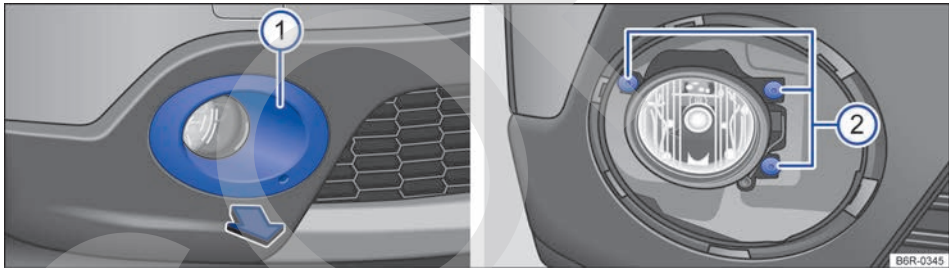

Fig. 156 En el lado derecho del paragolpes delantero: desmontaje de la cubierta y del faro.
- 3 Introduzca el gancho de alambre en el rebaje → fig. 156 ① de la cubierta, tire de la cubierta hacia delante, en el sentido de la flecha, y retírela.
- 4 Desenrosque los tornillos de fijación → fig. 156 ② con el destornillador.
- 10 Acople el conector en cuestión al portalámparas correspondiente. El conector eléctrico debe encastrar de forma audible → ①.
- 12 Presione el faro hacia atrás y enrosque firmemente los tornillos de fijación → fig. 156 ② con el destornillador.
- 13 Coloque la cubierta → fig. 156 ① en el paragolpes y presiónela hacia dentro → ①. A continuación, compruebe que haya quedado montada correctamente.